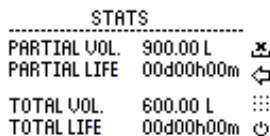

Рисунок 11 Статистика
2. Статистика (Рисунок 11): здесь можно отобразить: